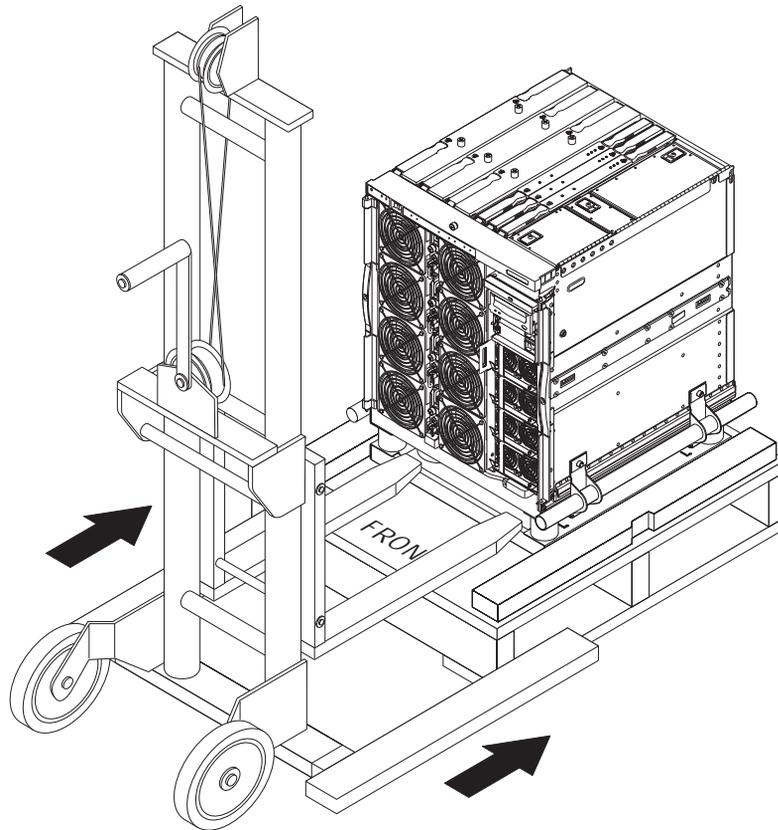

FIGURA 1-10 Inserción del dispositivo de carga en el soporte de envío
2. Inserte completamente las horquillas del dispositivo de carga en la abertura del soporte de envío (FIGURA 1-10).